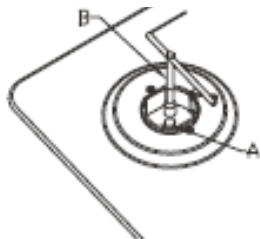

Рис. 6
- Форсунки (инжекторы) заменяйте форсунками соответствующего типа, параметры которых были выбраны из таблицы, приведенной на следующей странице. Сначала необходимо снять насадки горелок и кольца, а также при помощи торцевого гаечного ключа «В» открутить форсунку «А» (см. рис. 6).